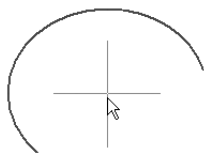

图 3-24 确定椭圆弧圆心
- 2) 移动光标到指定位置，单击鼠标左键确定椭圆弧的圆心，如图 3-24 所示。